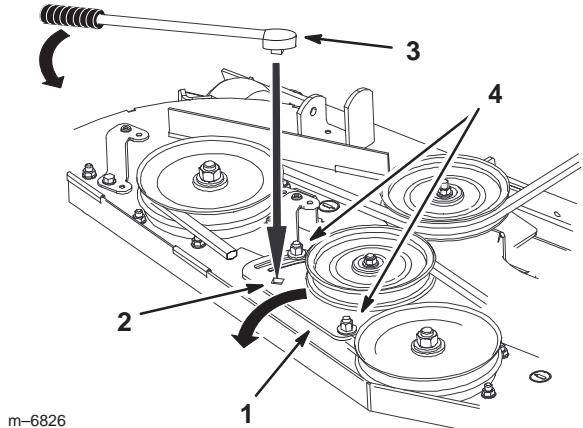

Figure 69
- Desserrez l'écrou de fixation de la plaque de la poulie de tension et déplacez la plaque pour détendre la courroie sur la poulie de tension. Déposez la courroie usée du plateau de coupe (Fig. 69).
5. Si un réglage est nécessaire, desserrez la plaque du bras de tension et effectuez le réglage (Fig. 69).
6. Insérez un manche à rochet ou une barre de levier dans le trou carré de la plaque pour régler la tension (Fig. 69).
7. Pour augmenter la tension de la courroie, tournez la plaque de la poulie de tension jusqu'à ce qu'une résistance soit sentie et que la rotation s'arrête. Ne continuez pas quand elle s'arrête (Fig. 69).
8. Serrez les boulons de la plaque de la poulie de tension (Fig. 69).
10. Réglez la tension de la courroie et la plaque de la poulie de tension au besoin, et serrez fermement toutes les fixations (Fig. 69).